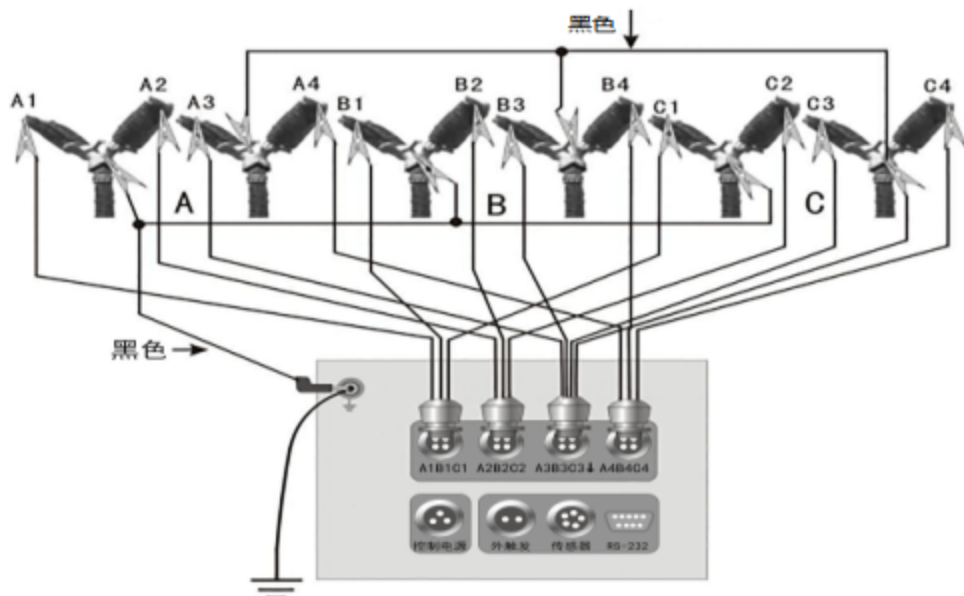

图 11 十二断口接线图
(3) 双端接地开关: 对于双端接地开关, 仪器配有专用的测试线, 如图 11 所示: